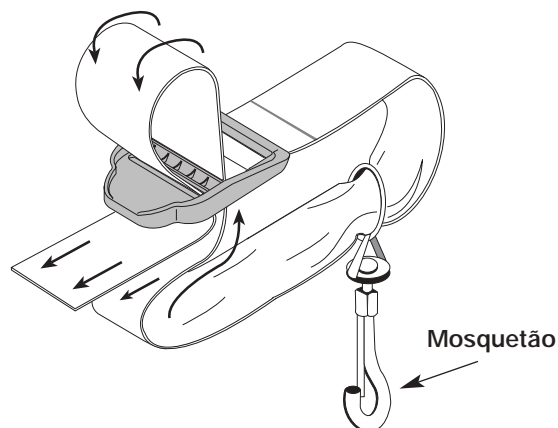

Fig. 6
2. Puxe a correia e introduza-a na fenda da fivela (Fig. 6).